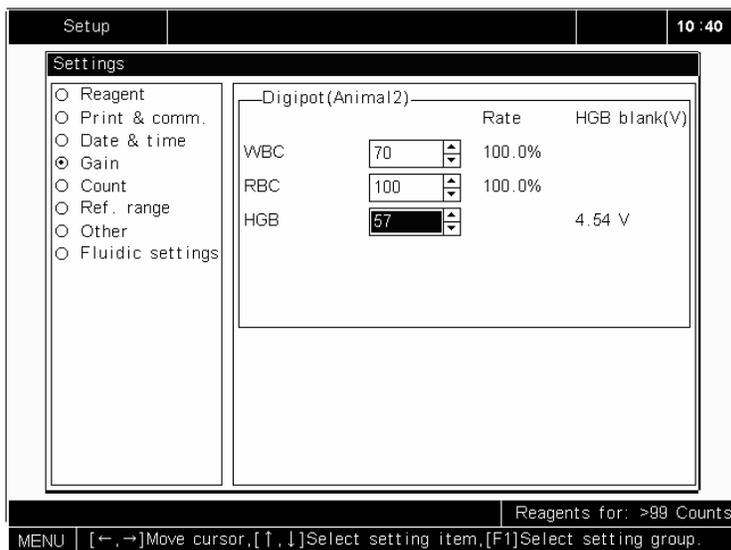

Рисунок 5-21 Установка коэффициента усиления HGB
4. Выберите нужный Вам коэффициент усиления бланк напряжения HGB от 3.4 до 4.8В, как показано на рис. 5-21.